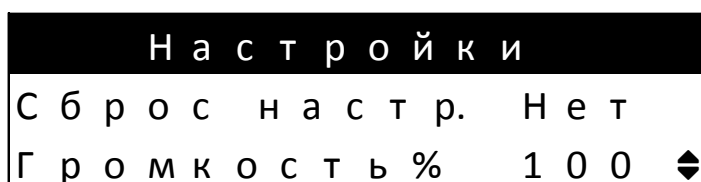

Рисунок 7.3.6.1 – Окно выбора громкости
7.3.6.1 Кнопкой **4 (OK)** последовательно выбирается громкость 10%, 20%, 30%, 40%, 50%, 60%, 70%, 80%, 90%, 100% (рисунок 7.3.6.1).